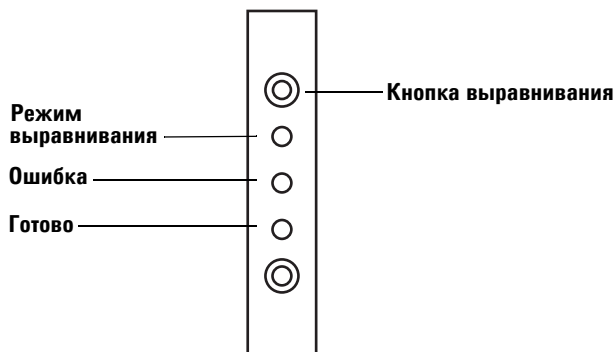

Рис. 77 Выравнивание инжектора
- 4 С помощью длинного, узкого предмета нажмите утопленную кнопку выравнивания, расположенную над индикаторами. Не прикасайтесь к любым другим элементам, расположенным сзади или вокруг кнопки в утопленном отверстии (Рис. 77).